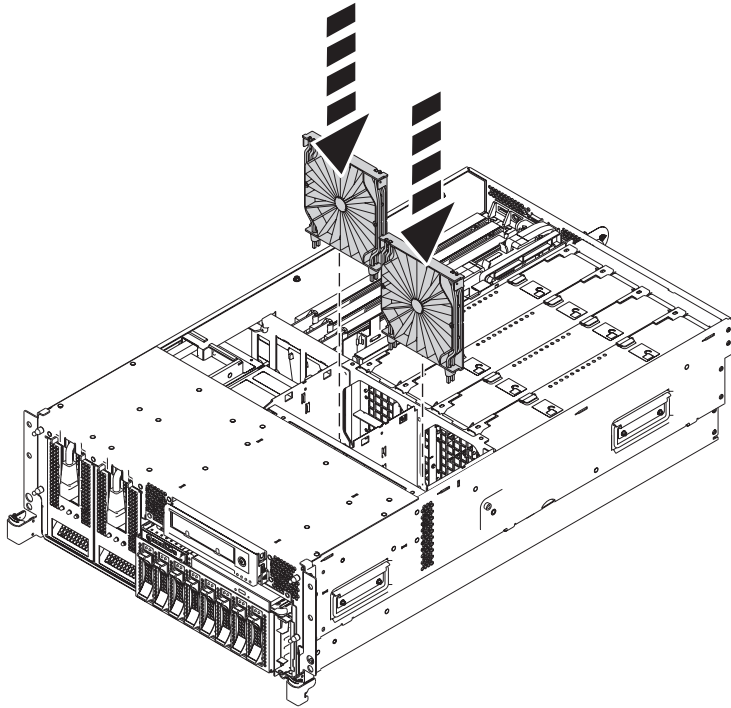

Figure 16. Installation des grilles d'aération dans le boîtier de ventilation
- b. Pour installer les grilles d'aération, insérez les grilles d'aération à leurs emplacements dans le boîtier de ventilation et poussez-les jusqu'à ce qu'elles s'emboîtent dans leur emplacement, comme indiqué dans la figure 16, à la page 15.